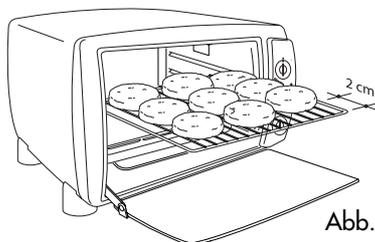
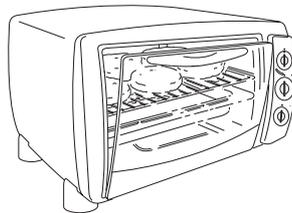

Abb. 1
Abb. 2
Das Grillgut direkt auf den Rost legen und die Fettpfanne (N), wie in Abbildung 1 dargestellt, in die mittlere Schiene (2) einschieben. Die Tür wie in Abbildung 2 anlehnen und nicht ganz schließen. Wir empfehlen Ihnen, ein Glas Wasser in die Fettpfanne (N) zu geben, um diese später leichter reinigen zu können und um den vom verbrannten Fett verursachten Rauch zu vermeiden.
Wichtig: Zum Erzielen optimaler Ergebnisse positionieren Sie das Grillgut so auf dem Rost (O), dass etwa 2 cm Freiraum zur Tür bleibt (siehe Abbildung 1).